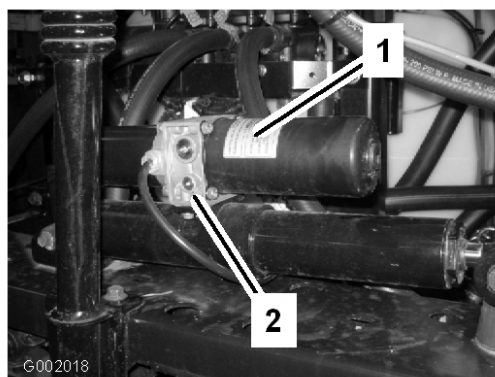

図 60
1. 各アクチュエータについている手動リリーフ・バルブを探し出す。アクチュエータのボディの片側だけについている小さいほうのバルブが手動リリーフ・バルブである (図 60)。